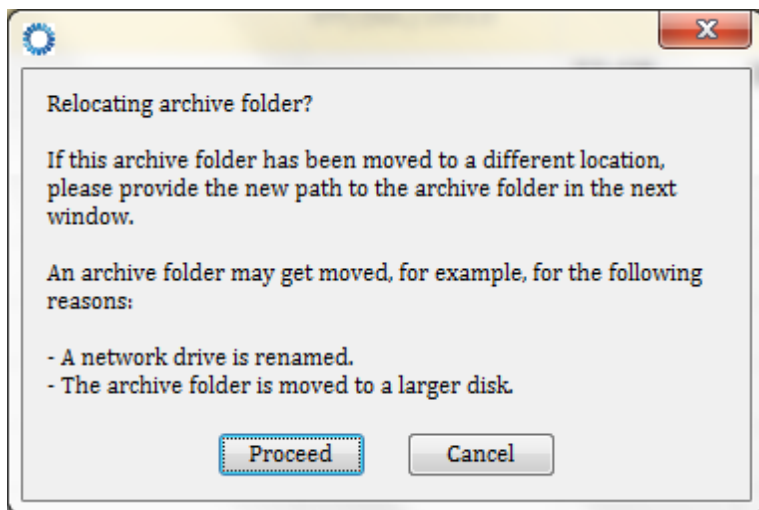

Рис. 172. Инструкция по перемещению архивной папки.
3. По завершении извлечения изображения ОКТ будут автоматически загружены и отображены на экране анализа (рис. 172).
6. Рис. 172). Нажмите **Proceed (Продолжить)**.